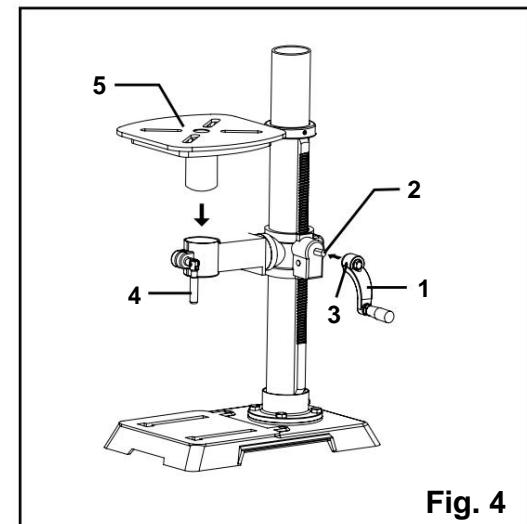

Fig. 4
TABELL TILL TABELL STÖDFÄSTE (FIG. 4)
1. Placera vevhandtaget (fig 4 - 1) på axeln (fig 4 - 2) på bordsfästet så att axelns platta är under ställskruven (fig. 4 - 3). Dra åt ställskruven.
2. Trä in bordslåshandtaget (fig. 4 - 4) i framsidan av bordsfästet.
4. Placera bordet (fig. 4 - 5) i samma riktning som basen. Montera bordet och dra åt bordslåshandtaget (fig. 4 - 4) och stödlåshandtaget.